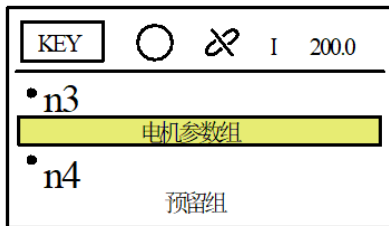

图 4-9
12. 按  按键或  按键，选择“n3- 电机参数组”，如图 4-9